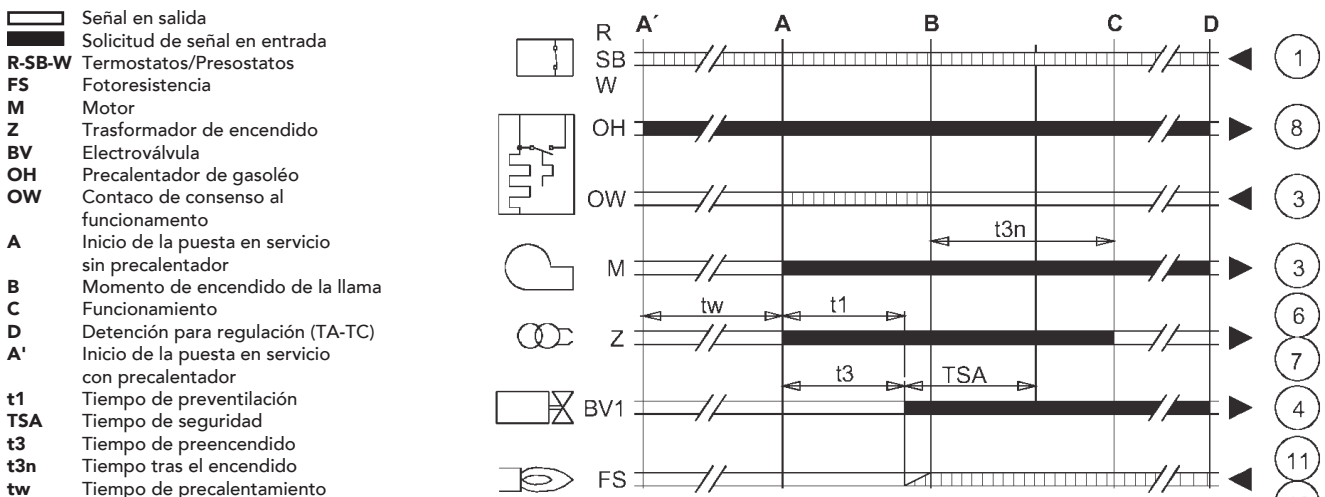

fig. 9
- Inicia el funcionamiento según la fig. 10a y 10b y el diagrama de la fig. 9.